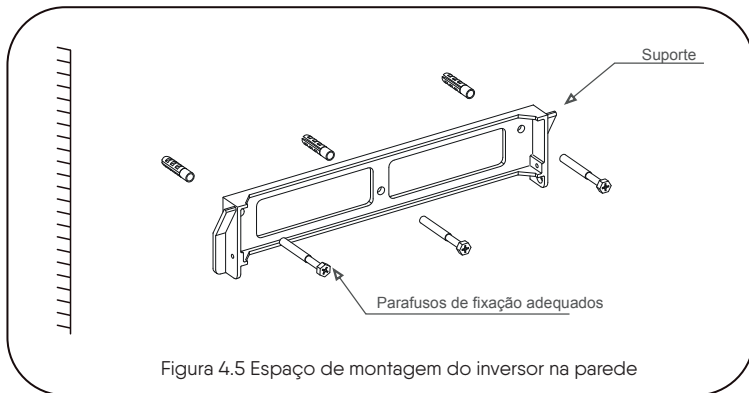

Figura 4.5 Espaço de montagem do inversor na parede
2. Confirme se o suporte está horizontal. E se os furos de montagem na Figura 4.5 estão marcados corretamente. Faça os furos nas suas marcas na parede.